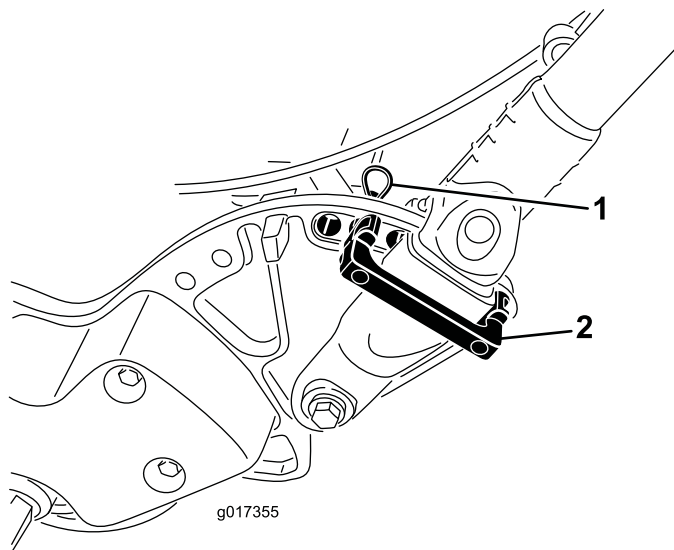

図 7
1. ハンドルを支えながら、ハンドルクランプをサイドプレートに固定しているケーブルタイを外す 図 7。
2. 希望する高さ位置にハンドルをセットし、ハンドルクランプの上からハンドルリテーナを差し込んでサイドプレートの穴に通す 図 7。
3. ヘアピンコッターでクランプを固定する 図 7。